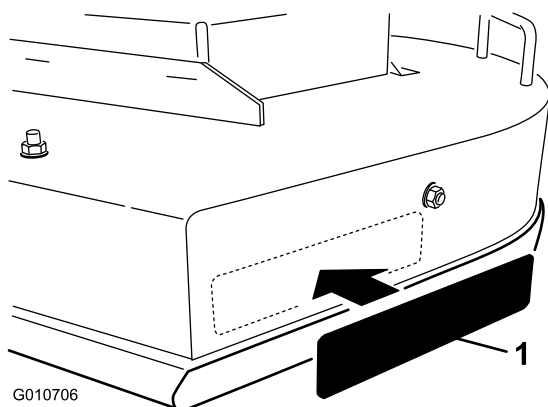

Bild 6
16. Bringen Sie ein Schild im Bereich an, der in Bild 6 dargestellt ist.
C. Ziehen Sie das Schild vom Trägermaterial ab und kleben Sie es auf die gewünschte Stelle. (Bild 6).